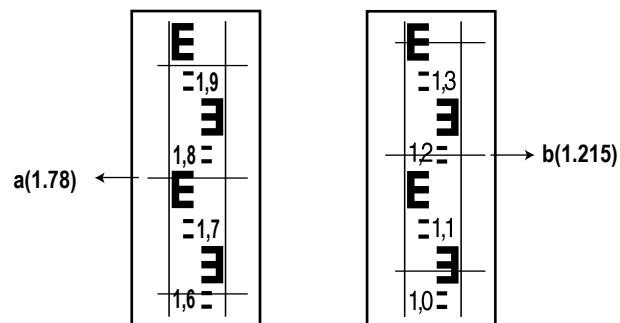

Abbildung 4
- Richten Sie die optische Nivelliergerät auf die Mitte der Stange B. Notieren Sie den Höhenwert der Nivellierlatte in der Mitte des Fadenkreuzes (Abb. 4).
- Enfoque el nivel óptico en el centro de la barra B. Anote el valor de altura que la barra de nivelación muestra en el centro de la retícula (Fig. 4).